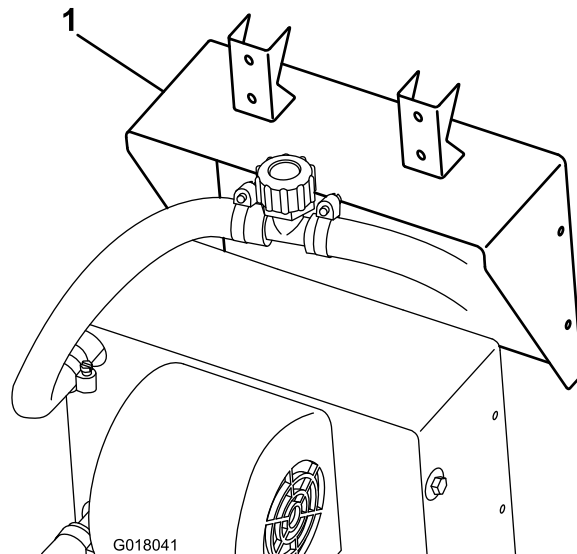

Figura 21
2. Fixe o suporte do aquecedor ao aquecedor utilizando os parafusos fornecidos com o aquecedor (Figura 21).